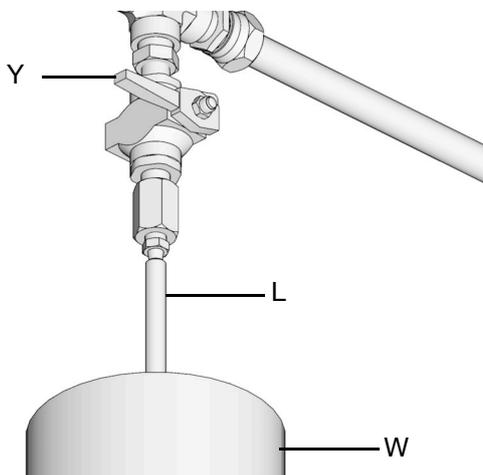

FIG. 20
- a. Para aliviar la presión entre la bomba de llenado (F) y la desconexión de llenado automático (B), abra la válvula de bola abierta (bv) (FIG. 20). La presión se aliviará y el fluido sobrante se drenará por el tubo de drenaje (L) hacia el contenedor de desbordamiento de lubricación (W).